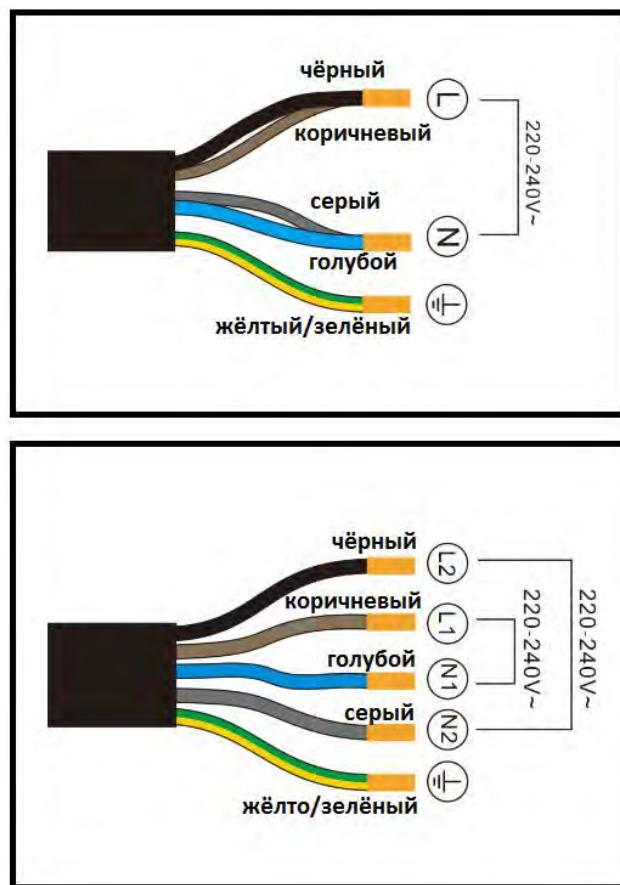

Рисунок 5 – Схема подключения
- Для подключения к системе электропитания 220 В используйте схему подключения на рис. 5.